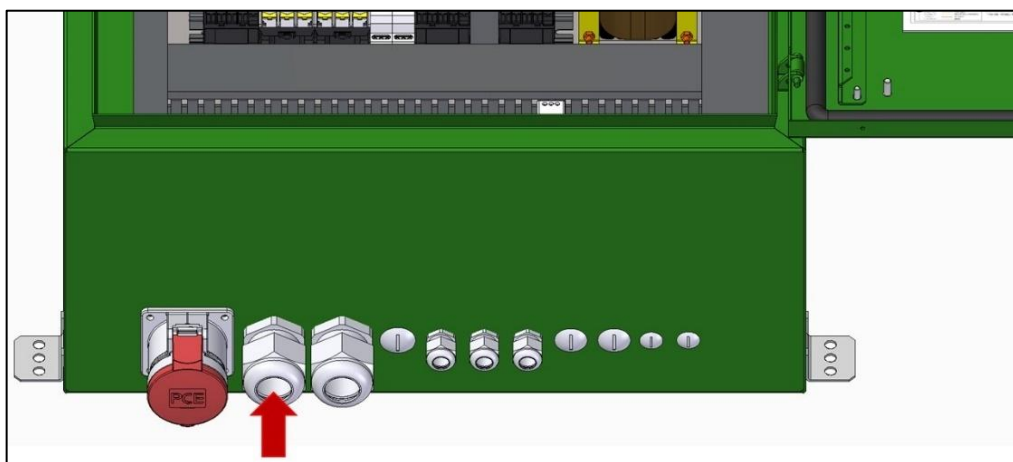

Figura 8 - PG para passagem dos cabos de alimentação do painel.
A. Passe o cabo pelo prensa cabo PG29, destacado na Figura 8.